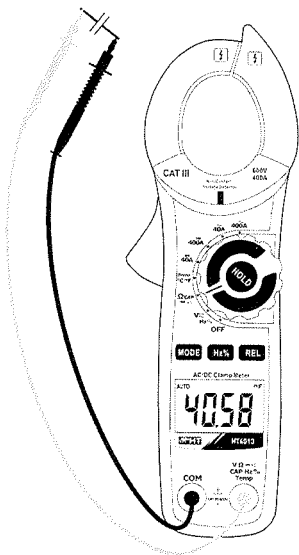

Fig. 6: Uso de la pinza para medida de Capacidades
4. Posicione las puntas de prueba en los puntos deseados del circuito en examen (Fig. 6). El valor de las capacidades se mostrará en pantalla